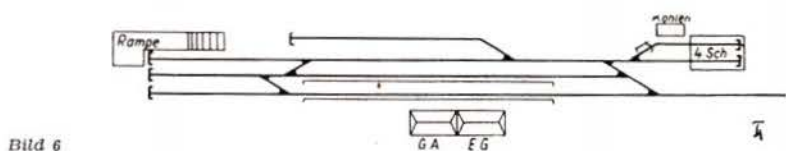

Bild 6
6. Bayrischer Lokalbahnstation (Bild 6)
Im Gegensatz zu sächsischen jetzt einmal typische bayrische Bahnhofformen, demonstriert durch den bayrischen Lokalbahnstation im Bild 6, einem Grundtyp und dem bayrischen Trennungsbahnhof einer Lokalbahn.